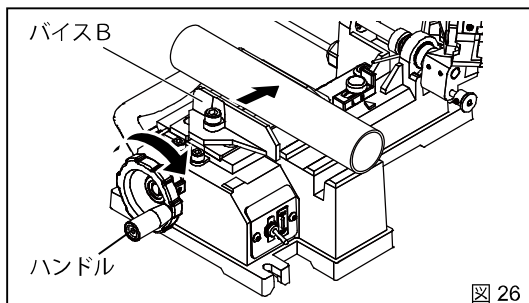

図 26
③ ハンドルを時計方向に回してバイス B を送り、切断材料に軽く当てます。(図 26)
④ 切断材料が浮き上がらないように上から押さえつけながら、ハンドルを時計方向に回して、切断材料をしっかりと固定します。(図 26)